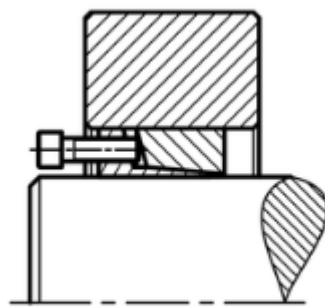
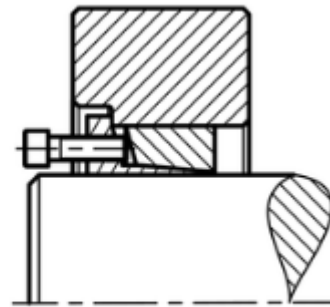

Fig. 9
Fig. 10
- V. Controlar o momento de aperto (MA) dos parafusos por sua ordem de disposição. O anel estará pronto para uso quando mais nenhum parafuso puder ser apertado. Se possível, repetir esta operação após ter sido aplicado o primeiro esforço sobre o anel.
- II. No anel frontal há algumas roscas nas quais deverão ser introduzidos os parafusos adjacentes a elas. Ao serem apertados, os parafusos sacarão o anel frontal, afrouxando a conexão (vide Fig 9 e Fig 10).